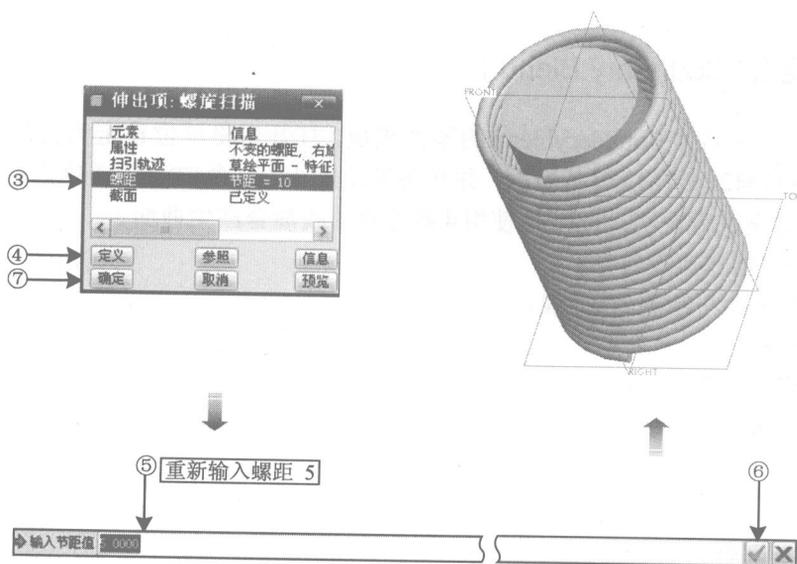

图 1-5 修改螺距方式
接着讲解如何修改螺距, 像上述流程一样, 在模型树内该特征处单击鼠标右键, 再选择编辑定义; 接着→单击选择③螺距 (Pitch) →单击④定义按钮; 然后, 在窗口下方会出现与前面输入螺距尺寸相同的输入框→⑤输入螺距尺寸值为 5 →单击 确定⑥ →单击⑦确定, 即完成螺距尺寸的修改, 如图 1-5 所示。